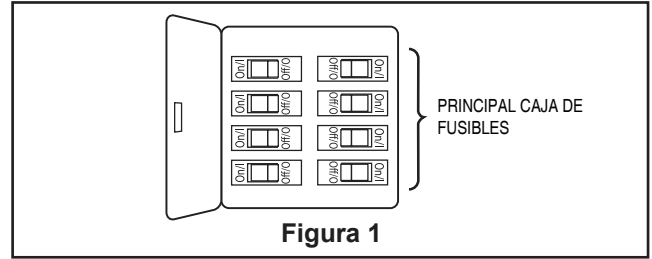

Figura 1
1. Extraiga la pieza de la bola colgante de la unidad de la bola colgante / varilla aflojando el tornillo de presión de la bola colgante hasta que la bola se libere de la varilla. Retire el pasador del barral y luego extraiga la semiesfera. Conserve el pasador y la semiesfera para su reinstalación en el Paso 6 (Figura 1).
Para evitar una posible descarga eléctrica, asegúrese de cortar la alimentación eléctrica de la caja de fusibles principal antes de colgar el ventilador. (Figura 1)
Para evitar posibles descargas eléctricas, asegúrese de que la electricidad esté desconectada en la caja de fusibles principal antes de realizar la instalación eléctrica. (Figura 1)
- 1. Extraiga una de los tornillos de hombro en el soporte del gancho. Afloje el segundo tornillo de hombro sin extraiga completamente. Instale la cubierta rotando la ranura clave en la cubierta sobre el tornillo de hombro del soporte del gancho. Fije el tornillo de hombro. Instale adecuadamente y fije el segundo tornillo de hombro que fue anteriormente guardado. (Figura 1)
- 1. Retire los preensamblados tornillos y retire las 4 tapas de iluminación en el ensamble del motor. Guarde los tornillos y las tapas de iluminación para pasos posteriores. (Figura 1)